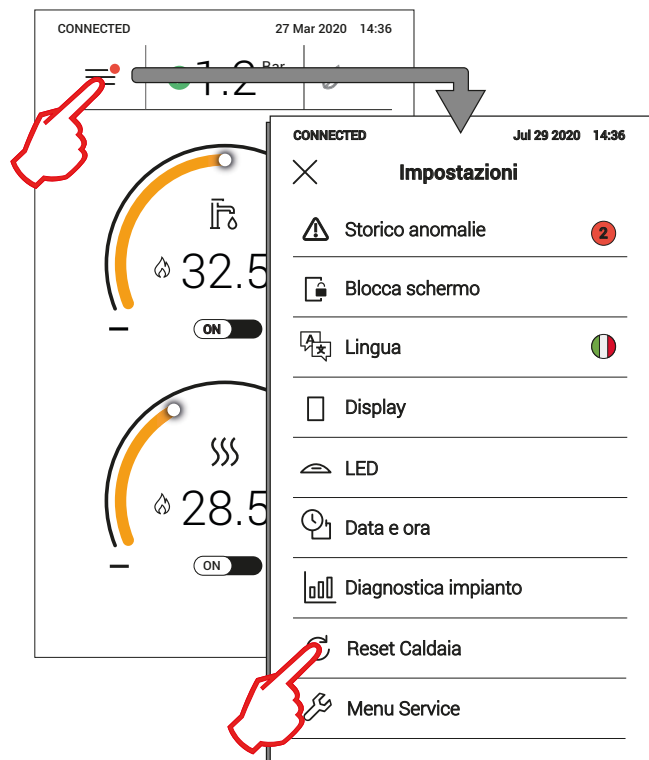

fig. 34
- 1 - Atingând butonul [RESET] când apare un ecran similar cu cel ilustrat în fig. 34.